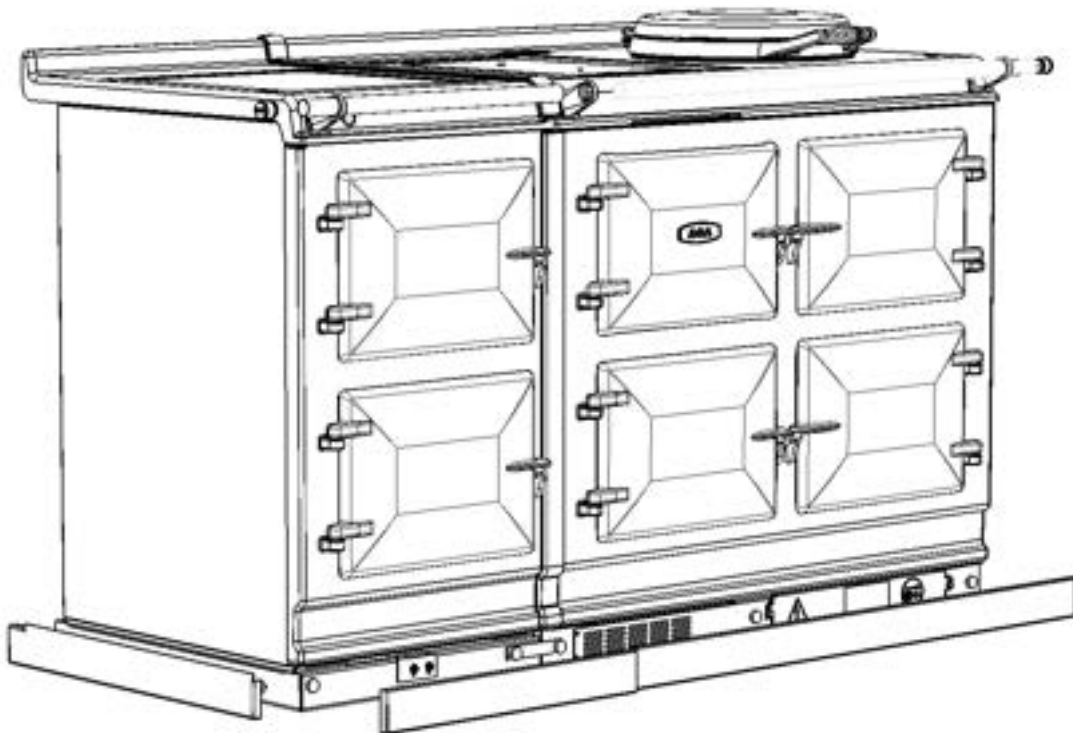

Fig. 5.12
11. Plaats op 5 ovens de draadbout in het schroefuiteinde van de handgreep en voer de handgreep vervolgens door de klem (zorg dat de draadbout aan de rechterkant van de handgreep van de hotcupboard naar buiten steekt) en schroef beide handgrepen aan elkaar (Fig. 5.12).
14. Bevestig ten slotte de plintstrip aan de magneten aan de voorzijde van de plint. Let erop dat bij 5 ovens de rechterkant van de module plintstrip tegen de linkerzijde van de plintstrip van de AGA eR7i zit en er geen ruimte tussen zit. Zorg ervoor dat de plintstrippen centraal geplaatst zijn en niet over een van de apparaten uitsteken. (**Fig. 5.12**)